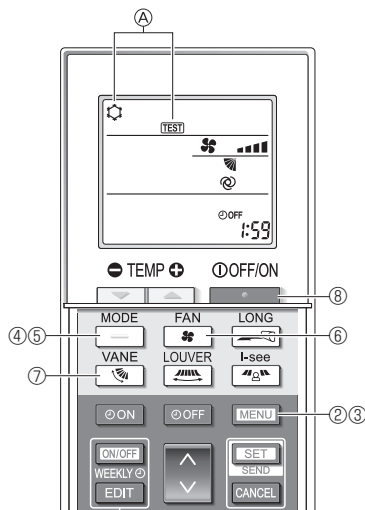

Fig. 7-5
- ① Подайте живлення на блок принаймні за 12 годин до тестового прогону.
- ② Натисніть кнопку [MENU] та утримуйте її 5 секунд. (Fig. 7-5)
A Відображаються [TEST] (ТЕСТУВАННЯ) і поточний режим роботи. (Fig. 7-5)